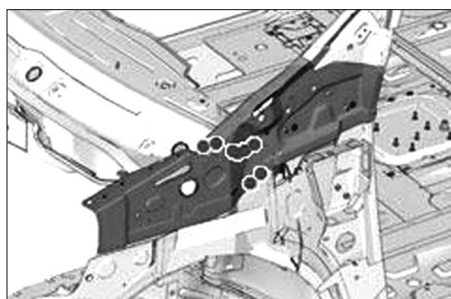

FIG. 29
- Souder par points bouchons (Fig.29).